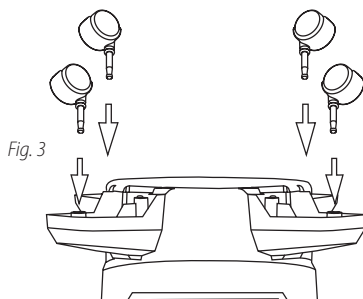

Fig. 3
4. Insérez les roulettes **5** dans les pattes à roulette en plaçant les tiges de roulette **4** dans les orifices fournis. Appliquez une pression et un mouvement de torsion jusqu'à ce que les roulettes s'enclenchent. **Fig. 3.**